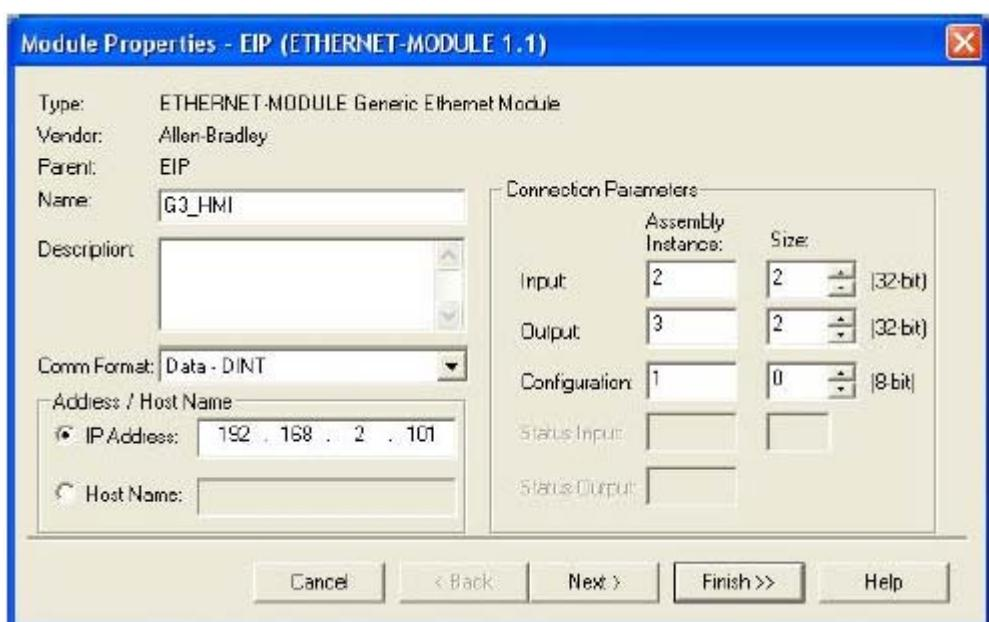

Рис. 73. Свойства модуля Ethernet
- d. Нажмите кнопку OK («OK»). В результате на экране появится окно Module Properties («Свойства модуля»). См. Рис. 73.
- e. Введите в поле Name («Имя») название, которое в дальнейшем позволит вам опознать модуль. См. Рис. 73.
- Параметры Ethernet.** Укажите IP-адрес 192.168.2.101. Этот адрес должен совпадать с адресом, введенным в поле Address/Host Name («Адрес и имя узла»). См. Рис. 73.